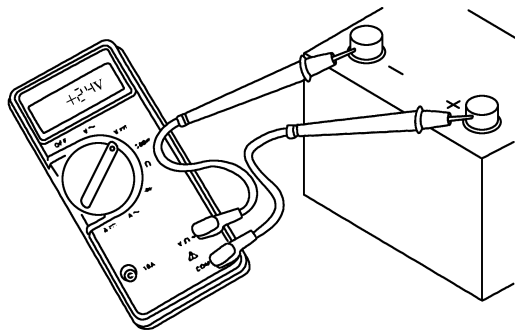
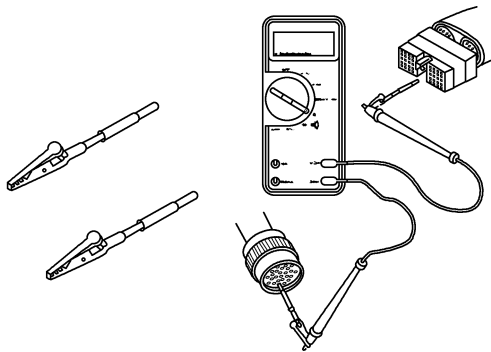

图 4-17 极性接触正确显示正(+)电压,
图 4-18 导通性检查
② 如果极性正确, 万用表显示正(+)电压; 如果万用表表笔接反, 万用表将显示负(-)电压, 如图 4-17 所示。
(12) 导通性检查
① 导通性是指两触针之间的电阻(图 4-18)小于一定数值的电气连接, 对于线束导线, 电阻规定应小于 10Ω 。